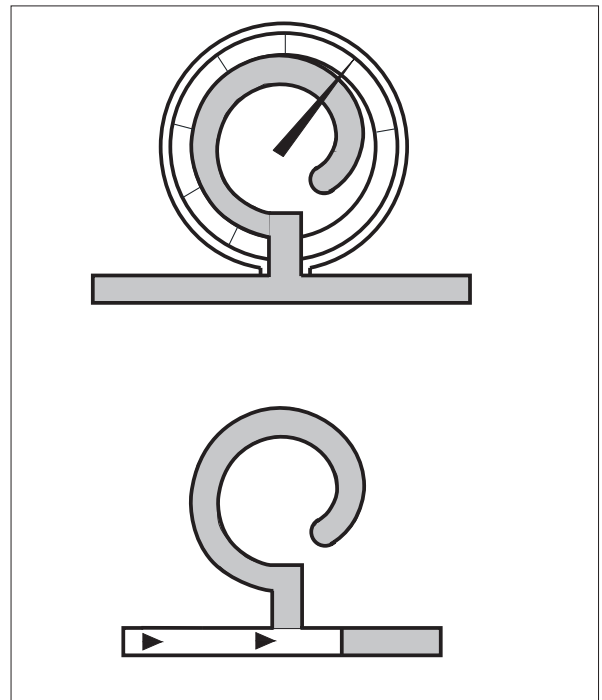

Figure 4
b) *Purge par blayage continu (fig. 4)*